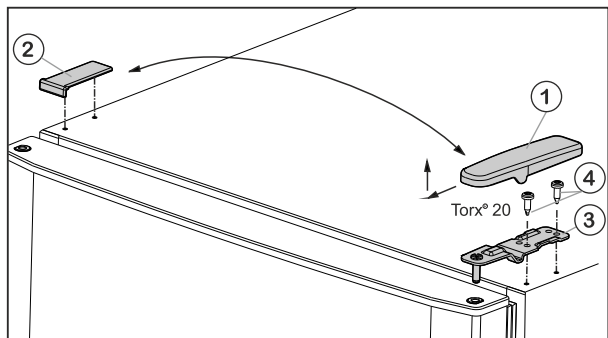

Fig. 6
- ▶ Előre és felfele húzza le a fedelet Fig. 6 (1).
- ▶ Emelje le a fedelet Fig. 6 (2).
- ▶ Csavarozza le a felső csapágybakot Fig. 6 (3) (2 db Torx® 20) Fig. 6 (4), és felfele húzza le.
- ▶ A felső csapágybakot Fig. 6 (3) helyezze a csuklópánt új oldalán az ajtóba.
- ▶ A felső csapágybakot **erősen (4 Nm-es nyomatékkal)** csavarozza fel - (2 db Torx® 20) Fig. 6 (4). Esetleg használjon akkus csavarhúzót.
- ▶ A fedelet Fig. 6 (1) kívülről helyezze fel az ellenkező oldalra és pattintsa be.
- ▶ A fedelet Fig. 6 (2) mindig felülről helyezze fel az ellenkező oldalra és pattintsa be.